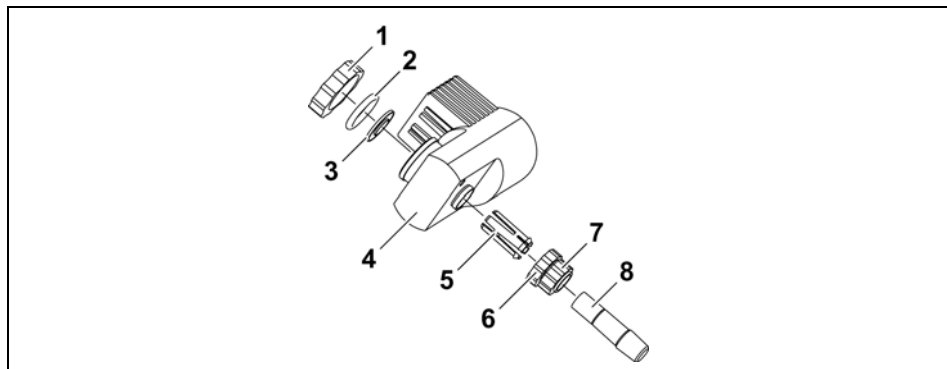

Bild 4-5: Dampfdurchführung installieren
4. Verschraubung-Dampfdurchführung (Bild 4-5 (6, 7)) vom Antrieb abschrauben.
5. Klemmhülse (Bild 4-5 (5)) herausziehen.
6. Verschraubung-Dampfdurchführung (Bild 4-5 (6, 7)) und Klemmhülse (Bild 4-5 (5)) mit dem Wulst voraus auf Dampfdurchführung (Bild 4-5 (8)) schieben. Darauf achten, dass der Wulst hörbar in die Nut der Dampfdurchführung (Bild 4-5 (8)) einrastet.
7. Dampfdurchführung (Bild 4-5 (8)) mit vormontierten Teilen in den Antrieb schieben.
9. Dampfdurchführung (Bild 4-5 (8)) am Antriebskopf (Bild 4-5 (4)) mit Verschraubung-Dampfdurchführung (Bild 4-5 (6, 7)) handfest anschrauben.